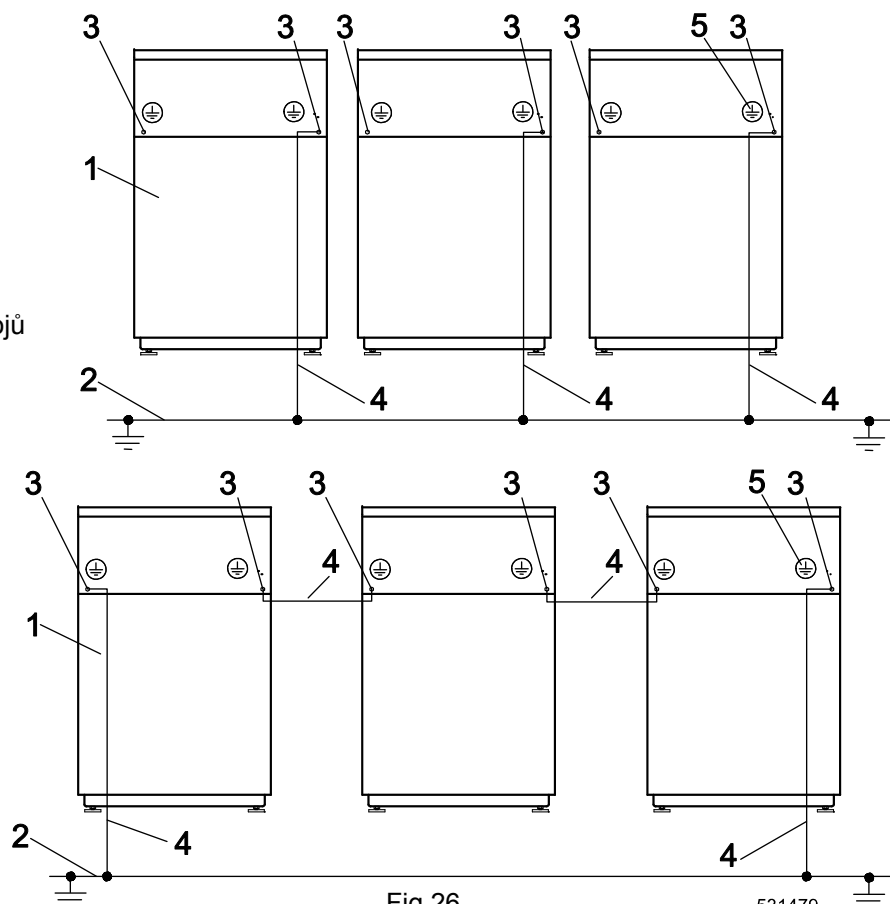

Fig.26
- Maskinen måste jordas via skyddssystem, dvs. tvättstugans jordningen med separata kablar. Skyddsledare som gör denna anslutningen möjligt medföljer ej i maskinleverans. Om det finns andra tvättmaskiner/maskiner med ledande delar som inte skyddas säkerställ att samtliga utsatta delar skall jordas mellan dessa maskiner. Till detta ändamål används yttre jordplint som sitter på maskinens bakre del (fig.26., pos.3). Den minsta skyddsledarens tvärsnittsarea beror på matarkabelns ledartvärsnittsarea. Tekniska data anges i tabellen 22. Vi rekommenderar att välja den minsta tvärsnittsarean på 6mm² även om matarkabelns tvärsnittsarean är 4mm².